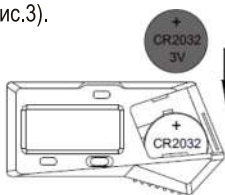

рис.2
- Вставьте батарею CR2032 в батарейный отсек, положительная сторона батареи (+) должна быть обращена наружу (рис. 2).